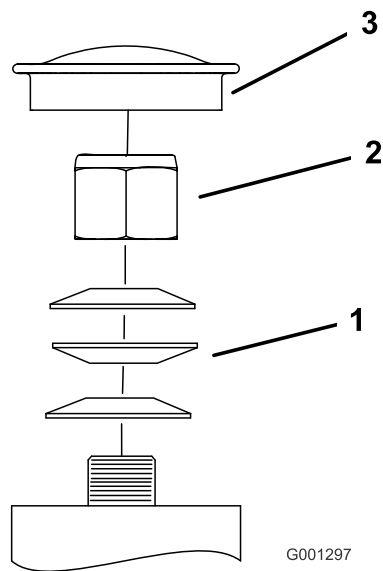

Figura 59
3. Retire el tapón guardapolvo de la rueda giratoria y apriete la contratuerca (Figura 59).
4. Apriete la contratuerca hasta que las arandelas de muelle estén planas, luego afloje la contratuerca  $\frac{1}{4}$  de vuelta para establecer la pre-carga correcta de los cojinetes (Figura 59).
**Importante:** Asegúrese de que las arandelas de muelle están correctamente instaladas, según se muestra en la Figura 59.
5. Coloque el tapón guardapolvo (Figura 59).